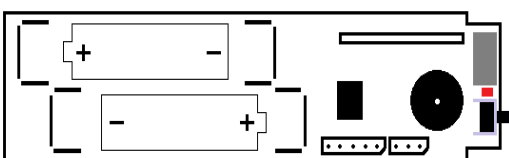

FIG. 5C
- Rimuovere le batterie, ponendo attenzione durante la sostituzione alla corretta polarità (**FIG. 5C**).